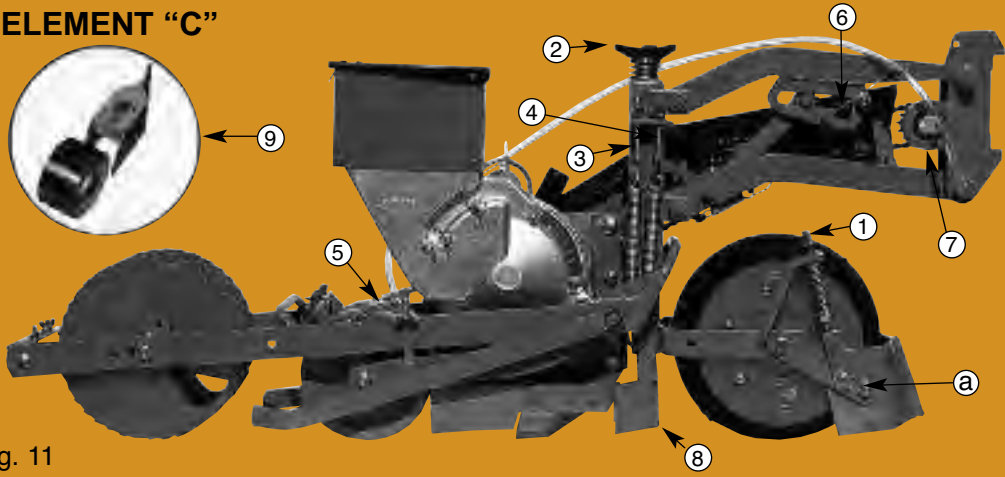

Fig. 11
In der Grundversion umfaßt dieses Element einen Klutenräumer vorne, eine vordere Druckrolle 300 x 100, eine engen Schar, eine schmale Zwischenandruckrolle (aus rostfreiem Stahl), einem Satz Zustrreicher und eine hintere Stahlendruckrolle 210 x 100. Dieses Element ist für die Mehrheit der Kulturen mit engen Reihenabstände geeignet. Für das Säen in Bändern, wird das Schar und die Zwischenandruckrolle durch breite Versionen (9) (Fig. 11) ersetzt (65 mm (2 2/3") Bandbreite) oder 100 mm.
Element Version C (Fig. 11) für Reihenabstände von 20 cm (8") und mehr
Die Einstellungen auf diesem Element, sind jenen der A Version ähnlich. Es ist möglich, Bänder von 65 oder 100 mm Breite mit diesem Element zu säen, durch Ersetzen des doppelten Säeschar und der schmalen Zwischenandruckrollen, durch ein 65 mm oder 100 mm breites Schar und eine entsprechende Zwischenandruckrolle (9) (Fig. 11).
For planting in bands, the shoe and the intermediate press wheel are replaced by a wide shoe and wide intermediate press wheel (9) (fig. 11) for planting the seeds in a band of 65 mm (2 2/3") or 100 mm.
- Rear cage press wheel with or without rubber tyre (fig. 11 - 18)
PLANTER UNIT C VERSION (fig. 11) for row spacing of 20 cm (8") and more
The adjustments on this metering unit are similar to those on the A Version. It is possible to sow on bands of 65 or 100 mm wide with this unit by replacing the double tipped shoe and the narrow press wheels by a wide 65 or 100 mm shoe and a corresponding wide press wheel (9) (fig. 11).
Este sistema de siembra conviene en la mayoría de los casos en siembras de líneas estrechas. Para sembrar en bandas, la reja y la ruleta intermedia de origen, se reemplazan por una reja esparcidora y una ruleta ancha (9) (fig. 11) que permiten repartir los granos en una banda de 65 mm ó 100 mm.
- Rueda trasera de resilla con o sin banda auto-limpiante (fig. 11 - 18).
CUERPO SEMBRADOR Versión C (fig. 11) entrefilas de 14 cm ó más